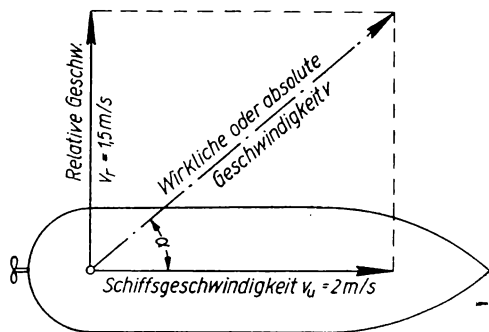

Bild 18
**Lösung:** a) Die Geschwindigkeit der bewegten Unterlage, d. h. des Schiffes, ist  $v_u = 2$  m/s (Bild 18). Die Geschwindigkeit, mit der der Mann beim Gehen sich auf dem Schiffe bewegt und die er, nach unten auf das Deck des Schiffes sehend, wahrnimmt, heißt die scheinbare oder relative Geschwindigkeit, d. h. die Geschwindigkeit, bezogen auf die bewegte Unterlage. Im vorliegenden Falle  $v_r = 1,5$  m/s. — Die aus beiden